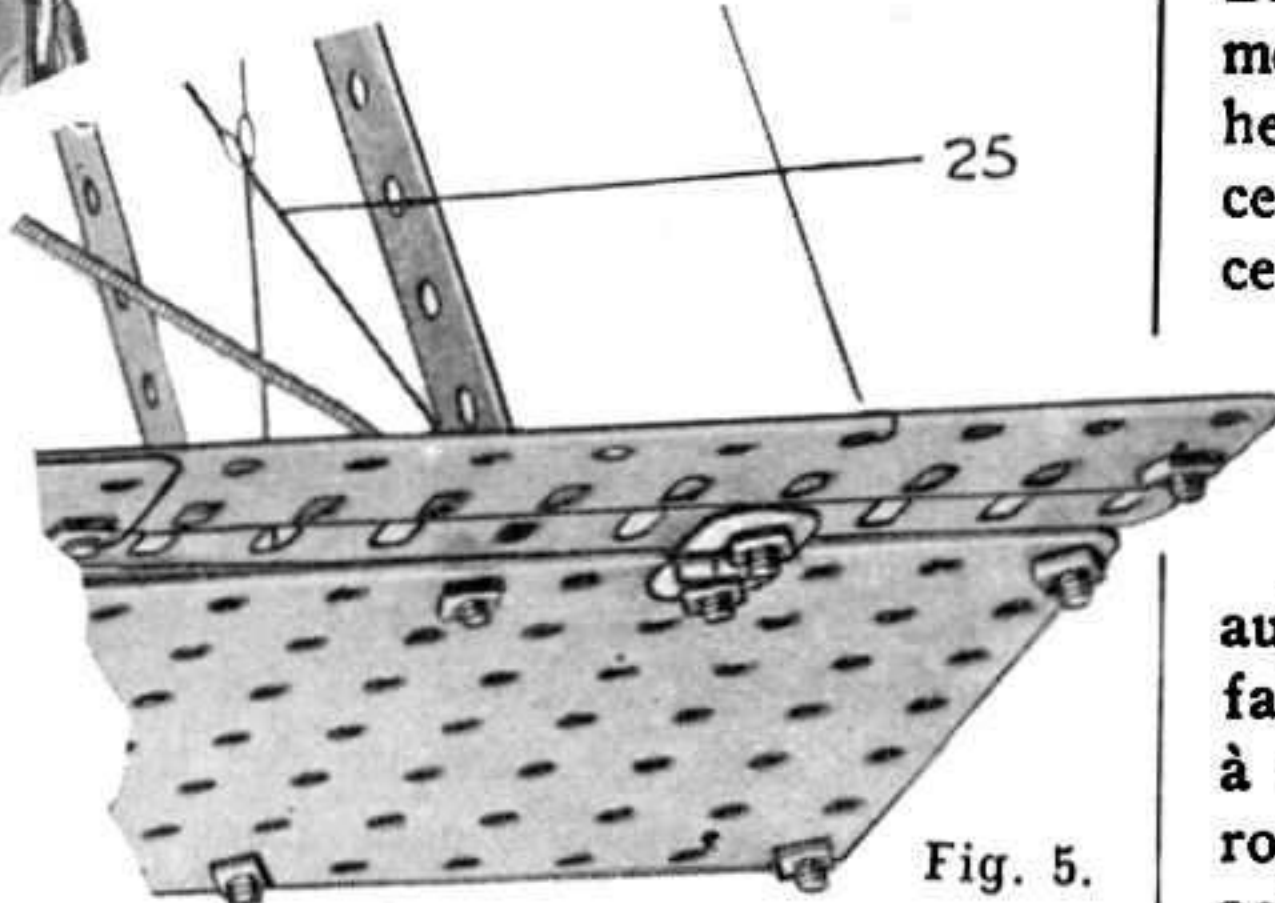

Fig. 5.
s'emploient souvent différemment dans diverses structures Meccano. C'est ainsi que les câbles reliant les ailes du super-modèle Meccano de Biplan à Trois Moteurs (voir feuille d'instructions spéciale N° 34) sont représentés par des Lisses pour Métier. La Fig. 5 représentant une partie de l'aile inférieure du Biplan fait voir deux de ces câbles croisés (25) formés de Lisses pour Métier.
On voit sur la Fig. 5 une Charnière Meccano servant de jointure entre une aile du Biplan Meccano et son aileron. Cette pièce est excessivement utile pour le montage de portes et d'autres parties articulées dans les modèles. Elle est aussi souvent employée à la place de boulons à contre écrous là où il s'agit de faire pivoter une partie quelconque d'un modèle.